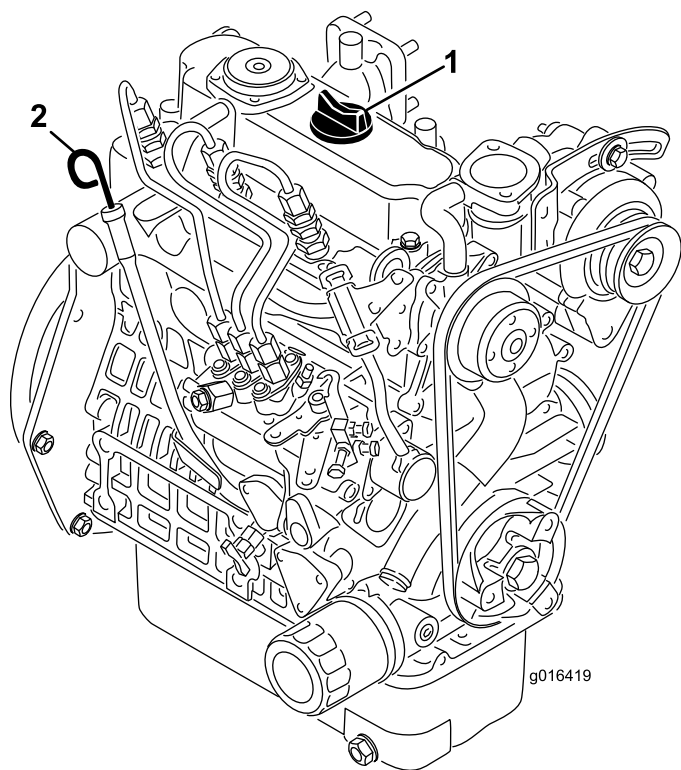

Figura 34
2. Togliete l'asta di livello ed asciugatela con un panno pulito (Figura 34).